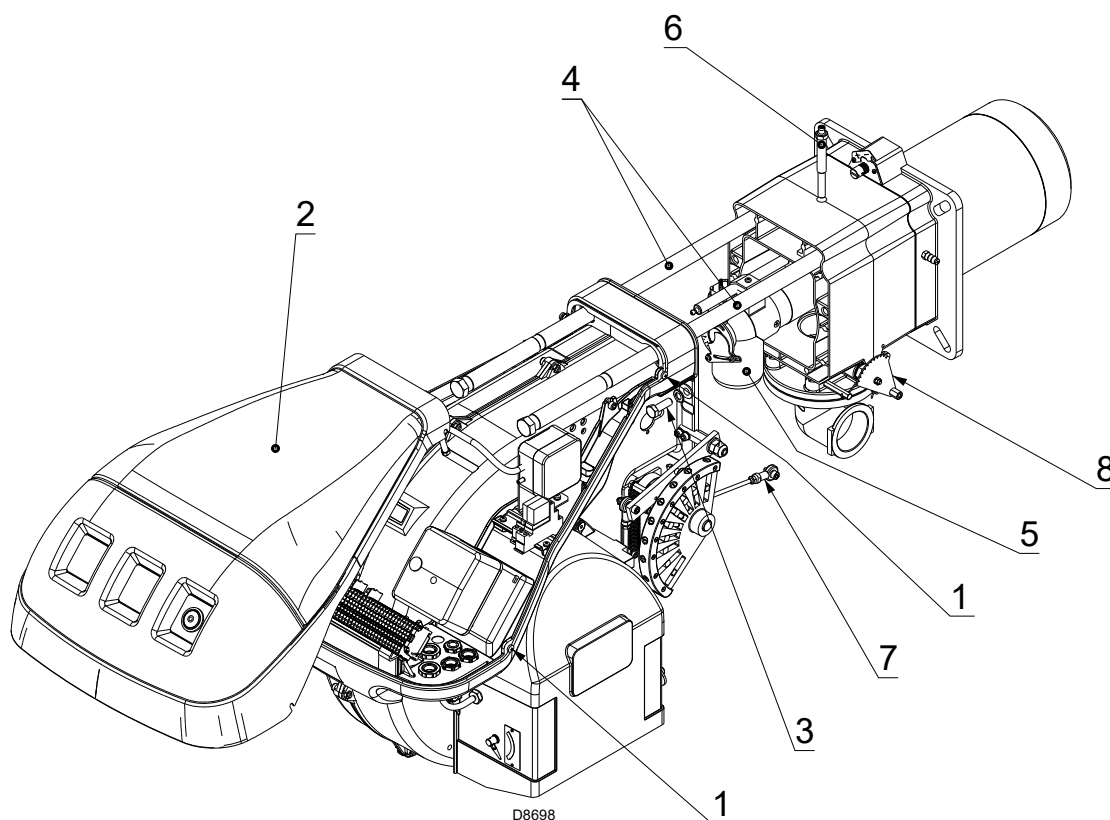

Рис. 36
- Ослабьте винты 1)(Рис. 36) и снимите кожух 2)
- Отсоедините шарнир 7) от градуированного сектора 8)(Рис. 36).
Теперь можно извлечь внутреннюю часть 5) после снятия винта 6)(Рис. 36).
- Установите винты 3)(Рис. 36) и осторожно потяните наружу кабели, чтобы они слегка натянулись.
- Прикрепите шарнир 7) к градуированному сектору 8)(Рис. 36).
- Удалите два удлинителя с направляющих 4)(Рис. 36).